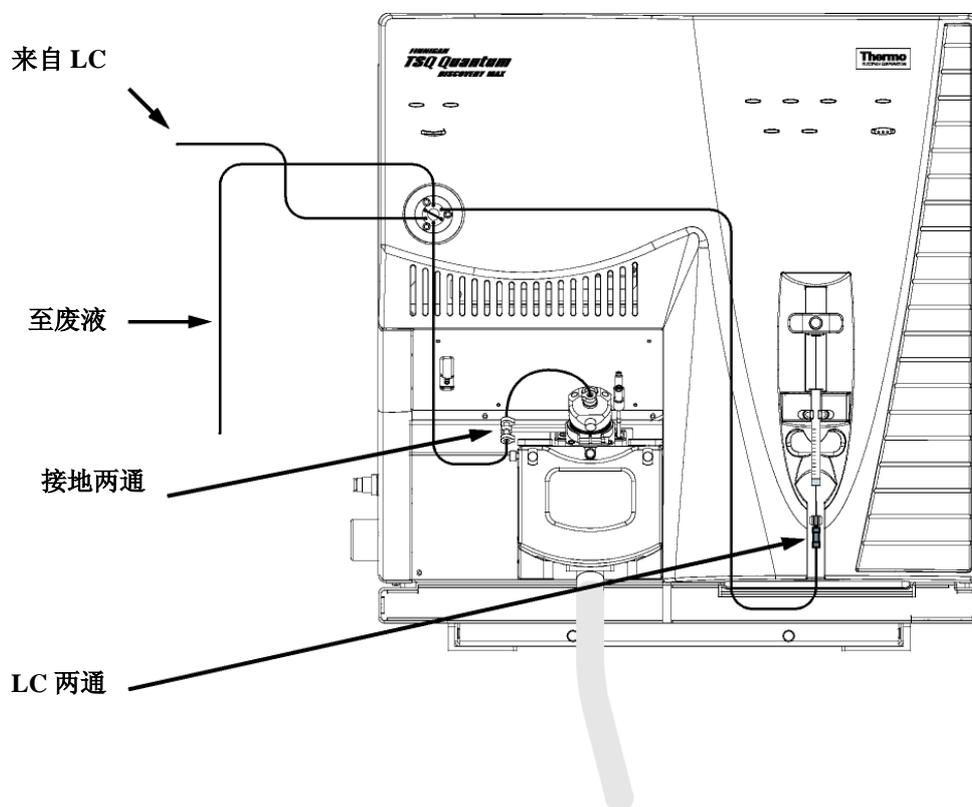

图 3-1. LC 流动相引入样品的进样管线连接
下述步骤是如何通过定量环引入用户自己的化合物。图 3-1 显示的是将注射泵中样品引入 LC 流动相的管线连接中。
- c. 将装有螺母和压盖箍的管线的一端连接到离子源上的接地组件（图3-1）。